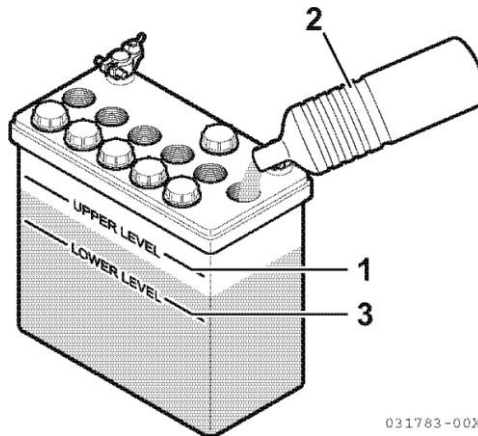

Рисунок 45
- Если уровень электролита приблизился к нижнему пределу (рисунок 45 (3)), долейте дистиллированной воды (рисунок 45 (2)), чтобы уровень электролита поднялся до верхнего предела (рисунок 45 (1)). Несоблюдение этой рекомендации и эксплуатация аккумуляторной батареи с недостаточным уровнем электролита приведет не только к сульфатации пластин и сокращению срока службы аккумулятора, но может также привести к перегреву и взрыву батареи. В течение летнего периода, проверяйте уровень электролита чаще, чем это указано в руководстве.